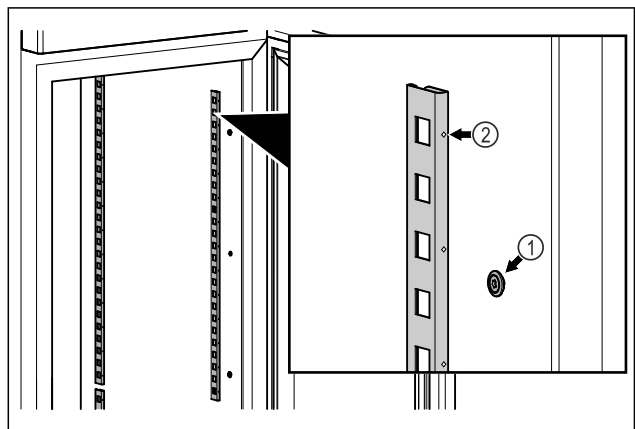

Fig. 54 Példaként szolgáló ábrázolás
- ▶ Akassza be a rögzítőléceket a felfüggesztésbe Fig. 54 (1). A jelölésnek Fig. 54 (2) előre felé kell néznie.